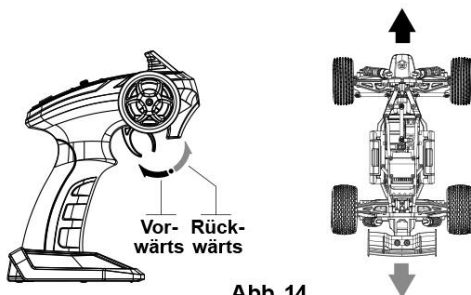

Abb. 14
- (3) Legen Sie den Finger auf den Auslöser der Fernsteuerung und drücken ihn nach hinten, der Rennwagen fährt nach vorne; drücken Sie den Auslöser nach vorne, fährt das Auto rückwärts (Abb. 14)
- (4) Wenn Sie den Auslöser zur Steuerung des Rennwagens verwenden, drehen Sie gleichzeitig das Lenkrad, um die Links-/Rechtsdrehung des Rennwagens zu steuern.